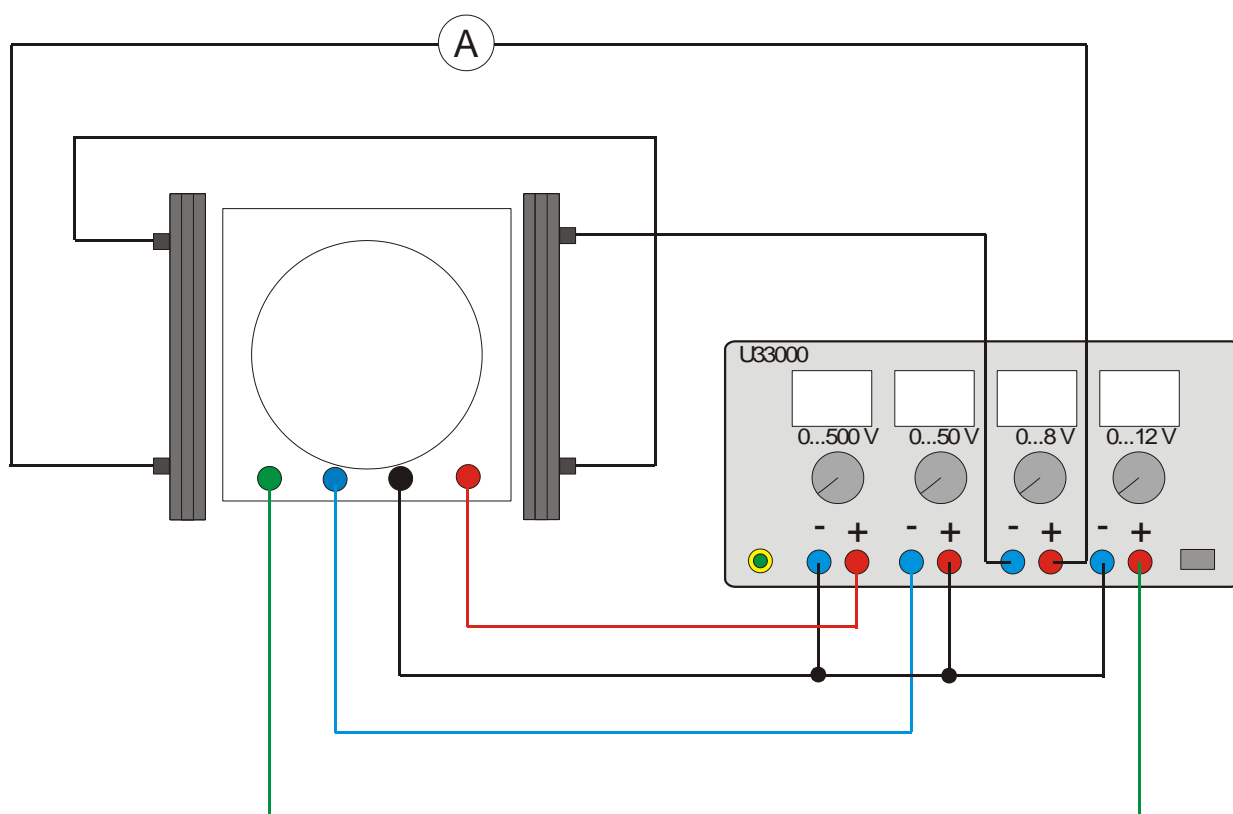

Fig. 4 Raccordement du tube à pinceau étroit au bloc d'alimentation CC 500 V
- Procédez au câblage du tube comme le montre la fig. 4.